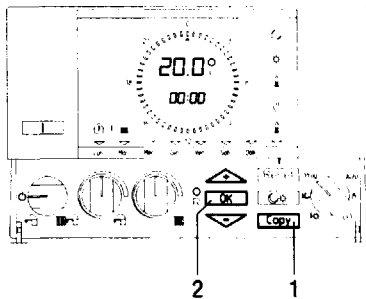

Fig. 24
1. Нажать «Сору» (рис. 24 поз. 1).
2. Кнопками   или установить день недели, на который Вы хотите скопировать программу (рис. 24).
3. Нажать «ОК» (рис. 24 поз. 2) для подтверждения и запоминания копии.